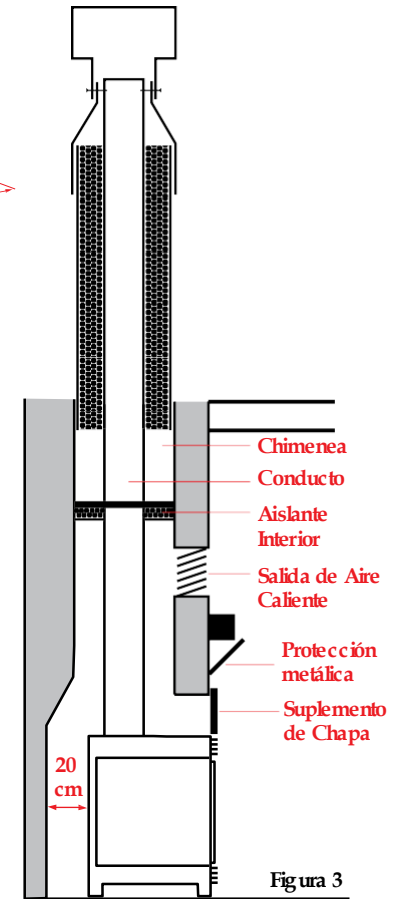

Figura 3
- Los modelos Insertable que son los que se embuten en el hogar tradicional deben cumplir con esta condición dentro de sus nichos. Si el frente del Insertable no alcanza a cubrir por completo la boca del antiguo hogar, será necesario colocar una ampliación metálica o de un material similar ignífugo que lo haga. (Figura 3)
En este caso para la adecuada instalación de sus conductos será necesario picar la garganta de la chimenea y de esta forma ir incorporándolos metro por metro de la manera más directa y vertical posible. En oportunidades se puede agregar desvíos que adapten al tiraje de la chimenea. (Figura 3)
Es importante que siempre se coloque un separador o aislante de chapa y lana mineral, dentro la chimenea del hogar "que la corte" para evitar el escape del calor, cuanto más abajo mejor, para que el calor no se pierda por la chimenea por el centro del cual pase solamente el conducto interior del Insertable. Este debe estar separado de las paredes de la chimenea como mínimo 10 cm. Otra opción es ponerlo a la altura de la planta alta con una rejilla para aprovechar el calor en el ambiente de esa planta. (Figura 3)